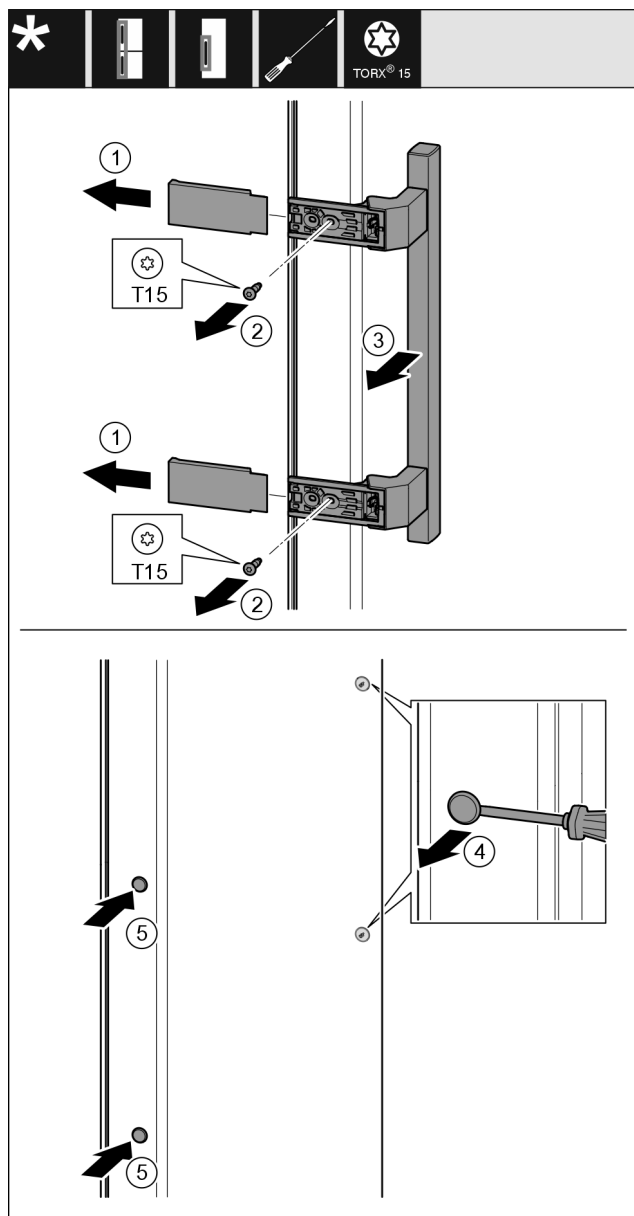

Fig. 49
- Stáhněte kryt Fig. 49 (1).
- Šroubovákem vyšroubujte šrouby Fig. 49 (2).
- Sejměte madlo Fig. 49 (3).
- Postranní zátku Fig. 49 (4) opatrně plochým šroubovákem nadzvedněte a vytáhněte.
- Zátka Fig. 49 (5) opět vložte na druhé straně.